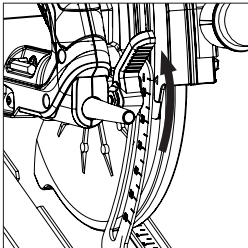

Fig. 10
- Desserrez le mécanisme de blocage et de réglage de la profondeur en levant le levier de fonctionnement. (Fig. 10)